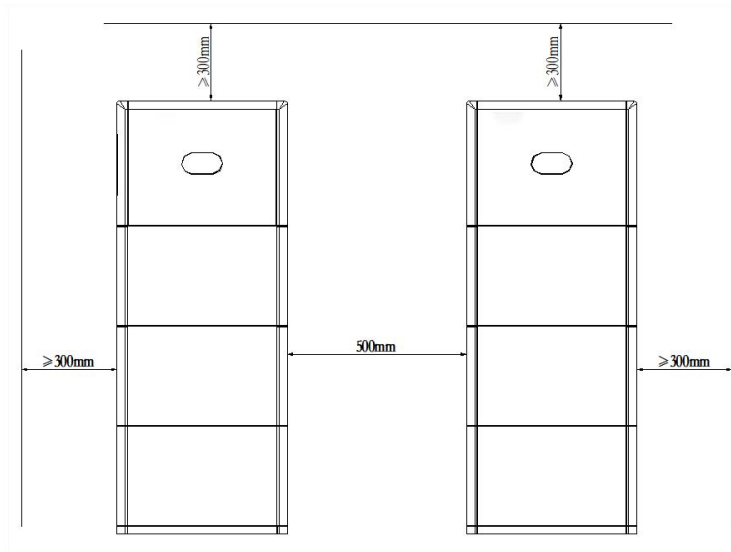

图 4.4 并排安装尺寸要求
(2) 安装多台机器时，需要在机器之间预留一定的间距，左右间距如图 4.4 所示，并在两边预留一定空间，以便确保其散热良好。